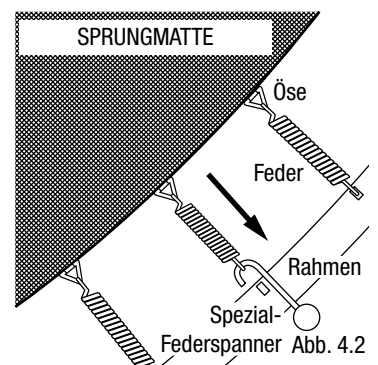

Abb. 4.2
- Breiten Sie die Sprungmatte (1) mit der bedruckten Seite nach oben im Rahmen aus.
- Wählen Sie auf dem Rahmenrohr einen beliebigen Punkt aus (nennen Sie ihn NULL). Befestigen Sie zunächst eine Feder (7) in derselben Richtung und im selben Winkel am Rahmen, wie in Abb. 4.2 dargestellt. Haken Sie die Feder in eine Öse der Matte ein und drehen Sie die Feder in Richtung zur Sprungmatte. Verwenden Sie den Spezial-Feder-